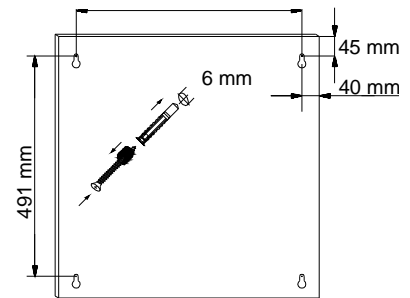

Bild 2
- Aufzeichnen der Bohrpunkte nach Maßzeichnung (s. Bild 2).
- Schrauben mit Distanzhalterung (s. Bild 2) einschrauben und den Heizkörper einhängen.